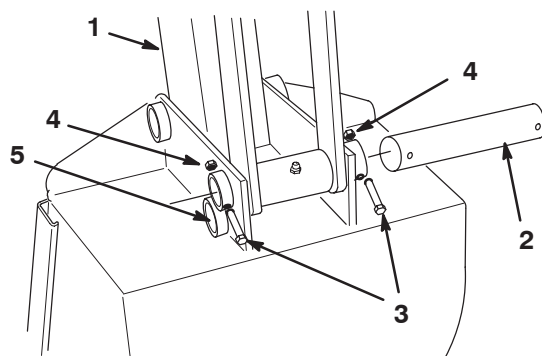

Abbildung 32
1. Die Schrauben und Muttern entfernen, mit denen der obere Löffelstift befestigt ist (Abb. 32).
3. Den Löffel hochschwenken und dabei die zweite Lochreihe auf die Montagelöcher an der Löffelstange ausrichten (Abb. 32).